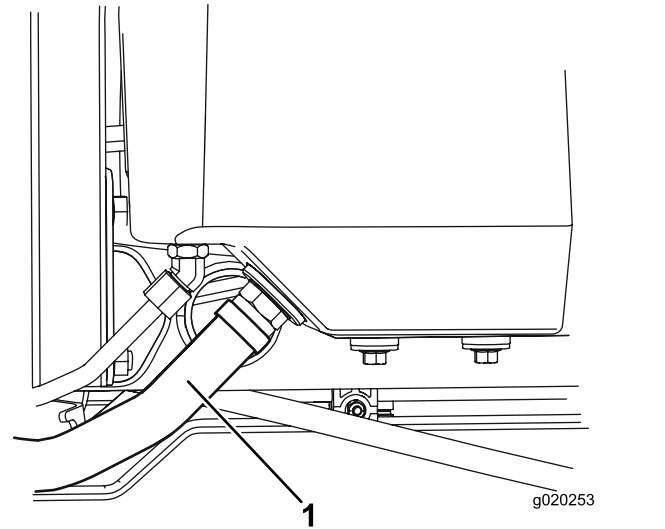

图 77
2. 断开大液压软管 (图 77) 与油箱的连接让液压油流入放油盘。